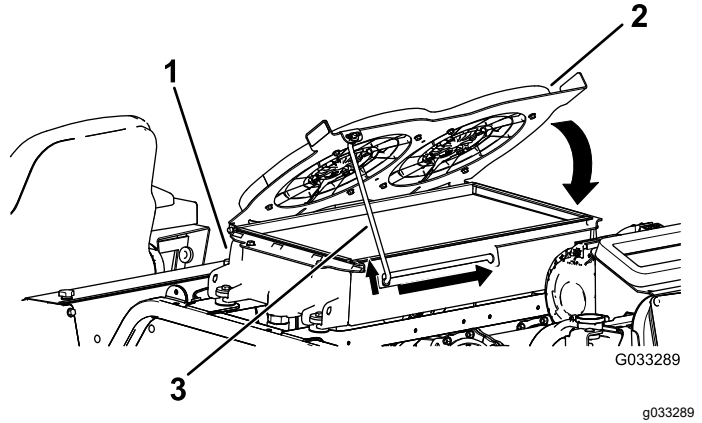

Figure 122
- Faites pivoter les ventilateurs de refroidissement hydrauliques vers le bas et calez la béquille dans le cran (Figure 122).